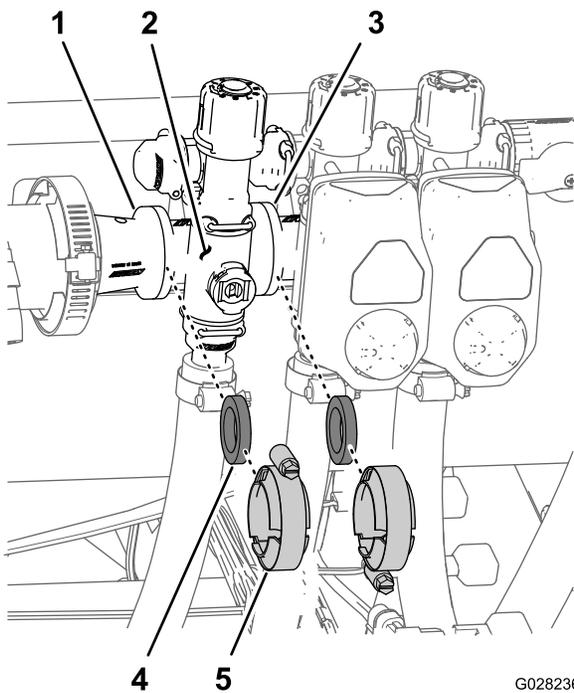

图108
1. 拆下将喷洒臂段阀歧管（图108）固定至相邻喷洒臂段阀（如左喷洒臂段阀和异径管接头）的夹具和垫片。